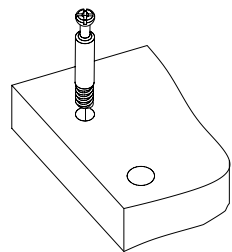
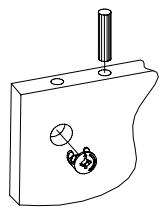

Рис.4
Рис.5
3. Вкрутить шпильки минификсов в детали 2, 3, 4, 5, 6, 7, 9 (Рис. 4). Затем вставьте головки минификсов и шканты в детали 4, 5, 6, 7, 8, 10, 13, 14 (Рис. 5).